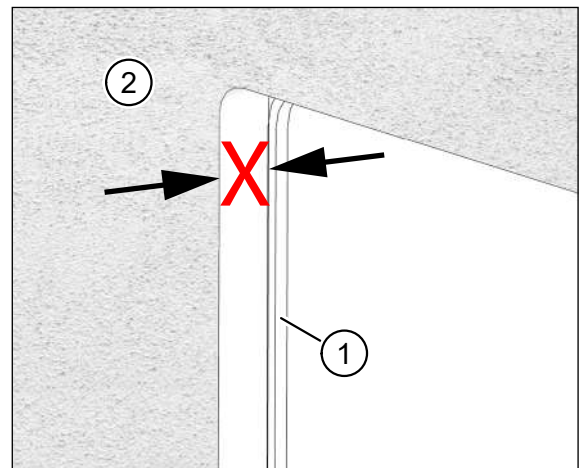

Abb. 34: Putz steht über Putzrahmen über
- Der Putz (Pos. 2 in Abb. 34) steht über den Putzrahmen (Pos. 1 in Abb. 34) über.